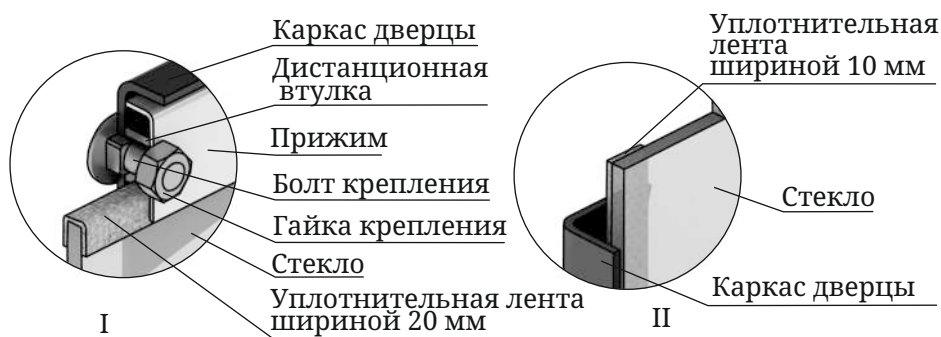

Рисунок 20. Крепление светопрозрачного экрана дверцы модификации «Витра»
1. Отверните две гайки, фиксирующие прижим (рисунок 20.І), демонтируйте его и дистанционные втулки.
3. Возьмите новое стекло. Если на нем нет уплотнительных лент, наклейте их: лента шириной 20 мм наклеивается сверху и снизу стекла «П»-образно (рисунок 20.І), лента шириной 10 мм наклеивается вертикально, вдоль боковых сторон стекла (рисунок 20.ІІ).
4. Вставьте стекло в упор, при этом лента, наклеенная с боковых сторон (вертикальная), должна быть зажата между стеклом и каркасом дверцы (рисунок 20.И).
Внимание! Гайки, фиксирующие прижим, накручиваются на болты крепления через дистанционные втулки (рисунок 20.И).